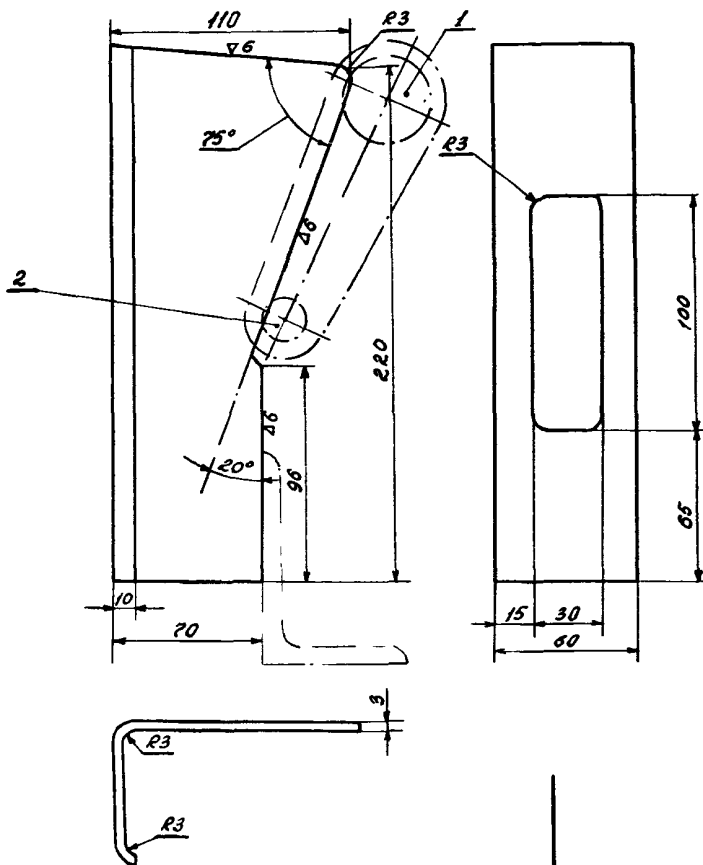

Рис.30. Приспособление П-4 для установки вала выключателя в отключенное положение:
23.1. Установить вал выключателя в отключенное положение с помощью шаблона (рис.30).